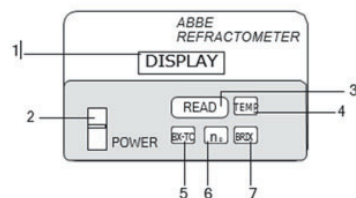

Figure 2 - Clavier à membrane
- Toutes les unités de mesure sont affichées à l'écran. Toutefois, si vous souhaitez lire la mesure en degrés Brix, en degrés Brix avec réglage de la température ou connaître la température à laquelle la mesure est effectuée, appuyez sur le bouton approprié situé sur le panneau de commande (voir fig. 2). L'affichage numérique indique dans la forme principale l'unité dans laquelle nous travaillons. Si vous voulez travailler en degrés brix, appuyez sur le bouton "BRIX" et la mesure en degrés brix apparaît comme image principale ; la même procédure est suivie pour travailler en indice de réfraction "nD" et en brix avec réglage de la température "BX-TC", si vous voulez la voir comme unité principale.
- En la pantalla se muestran todas las unidades de medida. No obstante, si lo que queremos es realizar la lectura de la medida en grados Brix, grados Brix con ajuste de la temperatura o bien saber la temperatura a la que se está realizando la medida, pulsamos el botón adecuado situado en el panel de mandos (ver fig. 2). En la pantalla digital aparece en la forma principal la unidad en la que estamos trabajando. Cuando se quiera trabajar en grados Brix, presione el botón "BRX" y como imagen principal aparece la medida en grados brix; el mismo procedimiento se sigue para trabajar en índice de refracción "nD" y en brix con ajuste de temperatura "BX-TC", si se desea ver como unidad principal.